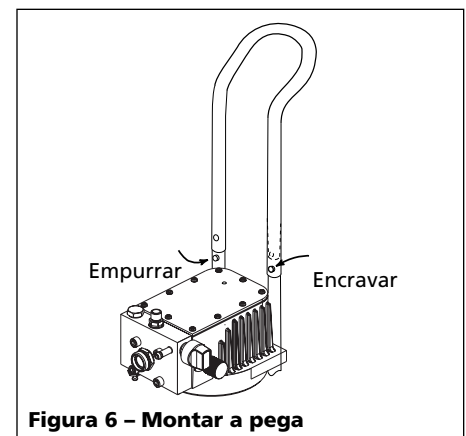

Figura 6 - Montar a pega
7. Colocar-se por trás da unidade e inclinar-se por cima da pega para alcançar os extremos inferiores da pega. Usando os dedos polegar e indicador, pressionar os pinos Valco e empurrar suavemente a pega até esta passar os pinos. Mudar então as mãos para o topo da pega e empurrar a mesma o resto do curso (ver Figura 6).